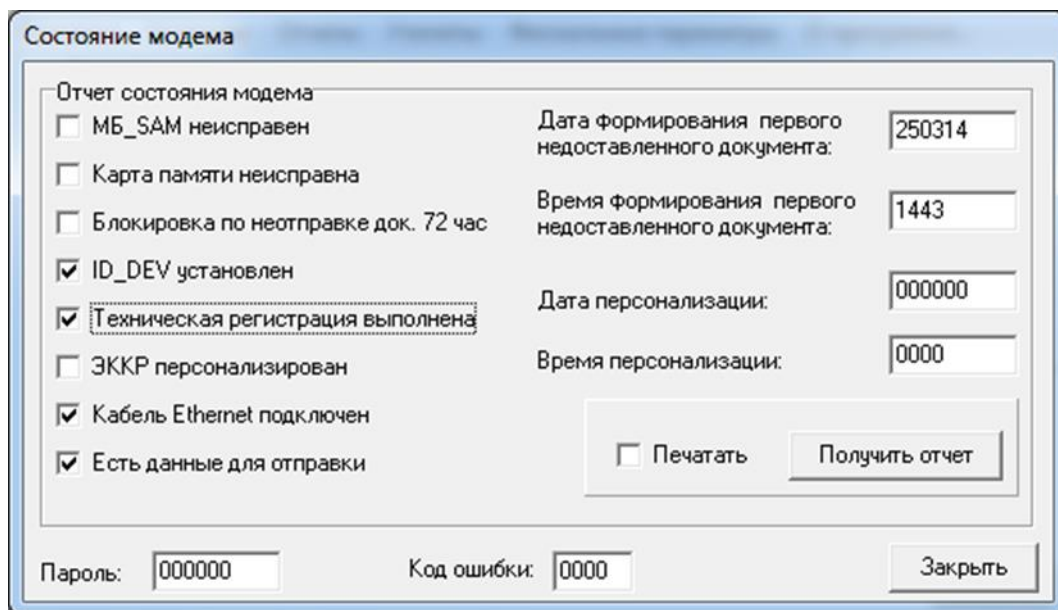

Рисунок 25
5.13 У вікні, що з'явиться перевірити пункти, відмічені позначками (рисунок 25).